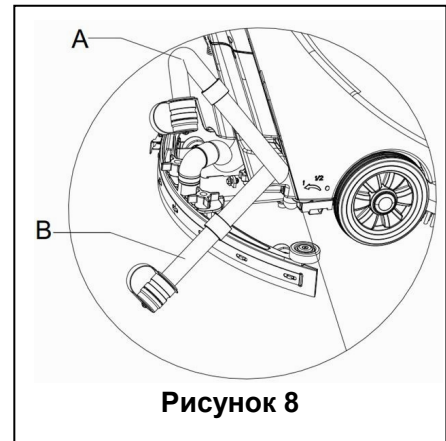

Рисунок 8
5. Отключите сливной шланг от фиксатора, согните верхнюю часть сливного шланга (как показано в **А, рисунок 8**), а затем откройте крышку сливного шланга, опустите сливной шланг на низкий уровень или на землю, для того, чтобы слить воду. Кроме того, сразу установите сливной шланг в низкой позиции или на земле, чтобы сделать спускающийся выход воды (как показано в **В, рисунок 8**), а затем откройте крышку отверстия для слива воды, для отвода сточной воды в резервуаре. После завершения слива, используйте чистую воду, чтобы очистить резервуар для грязной воды.